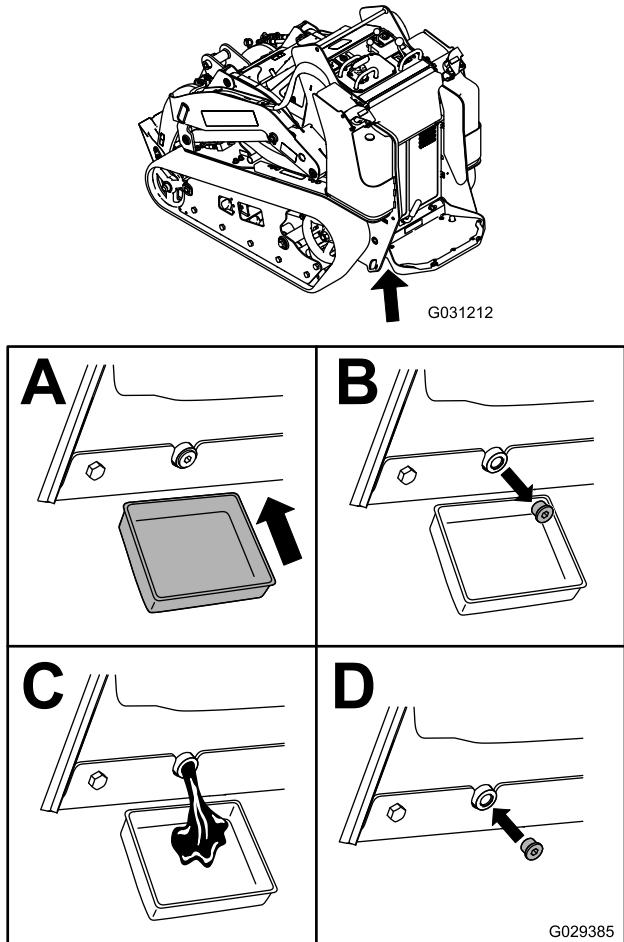

Figura 46
- Drene el aceite por debajo de la plataforma (Figura 46).